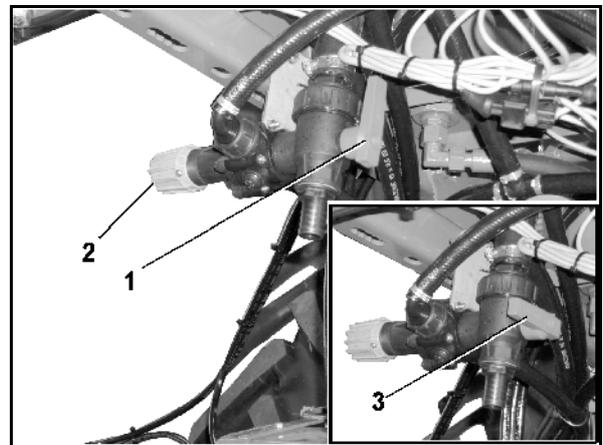

Fig. 78
- le robinet inverseur DUS (Fig. 78/1).
- la vanne de réduction de pression DUS (Fig. 78/2). La vanne de réduction de pression DUS a été réglée définitivement par le constructeur, elle réduit la pression dans le système de circulation de pression à 1 bar.
Si le robinet inverseur DUS est en position (Fig. 78/1), le système de circulation de pression est activé.
Si le robinet inverseur DUS est en position (Fig. 78/3), le système de circulation de pression est désactivé.